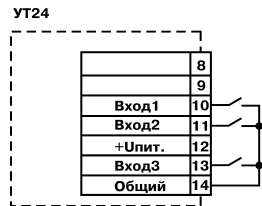

Рис. 10
- контакты кнопок, выключателей, герконов, реле и т.п. (рис. 10);